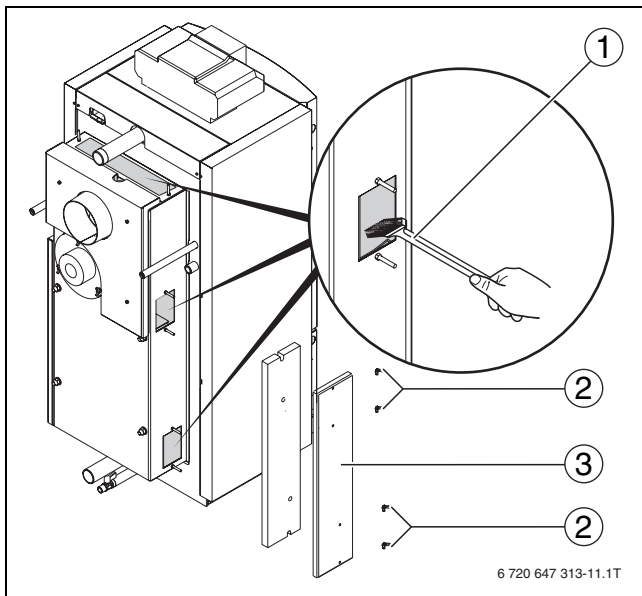

Fig. 46 Pulire il collettore fumi
- Verificare mensilmente il collettore fumi (→ fig. 46, pag. 42) e se necessario pulirlo.